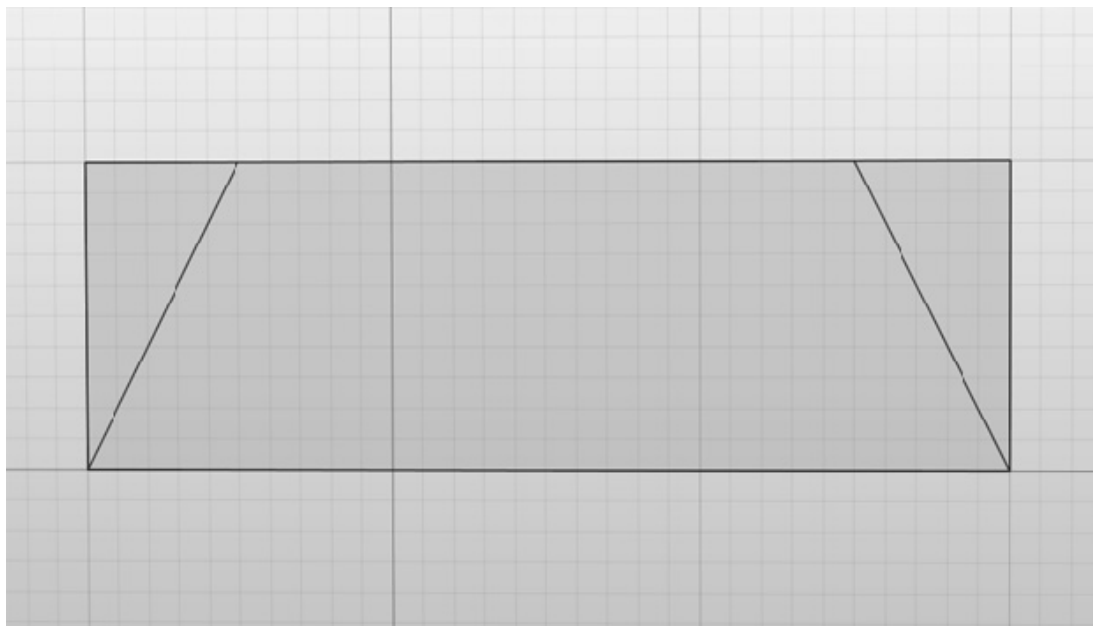

图 4-19
6) 单击鼠标右键或按〈Esc〉键退出工具，如图 4-19 所示。